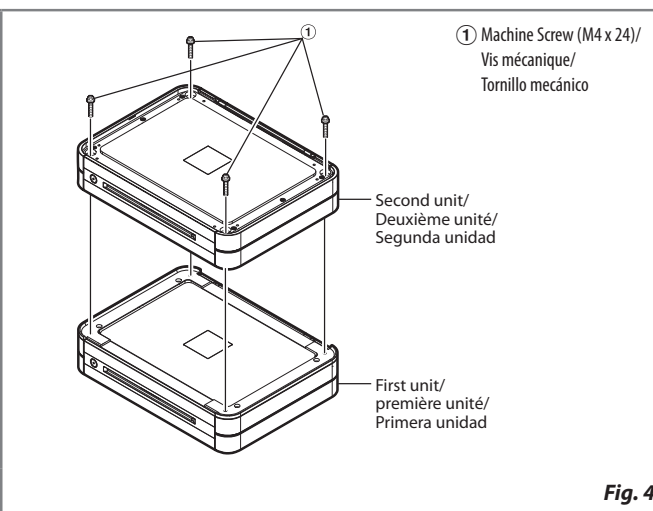

Fig. 4
4. Attach the second unit with four Machine Screws M4 x 24 (included with other product). Refer to Fig. 4.
4. Fixez la seconde unité avec les quatre vis mécaniques M4 x 24 (fournies avec d'autres modèles PDX). Reportez-vous à la Fig. 4.